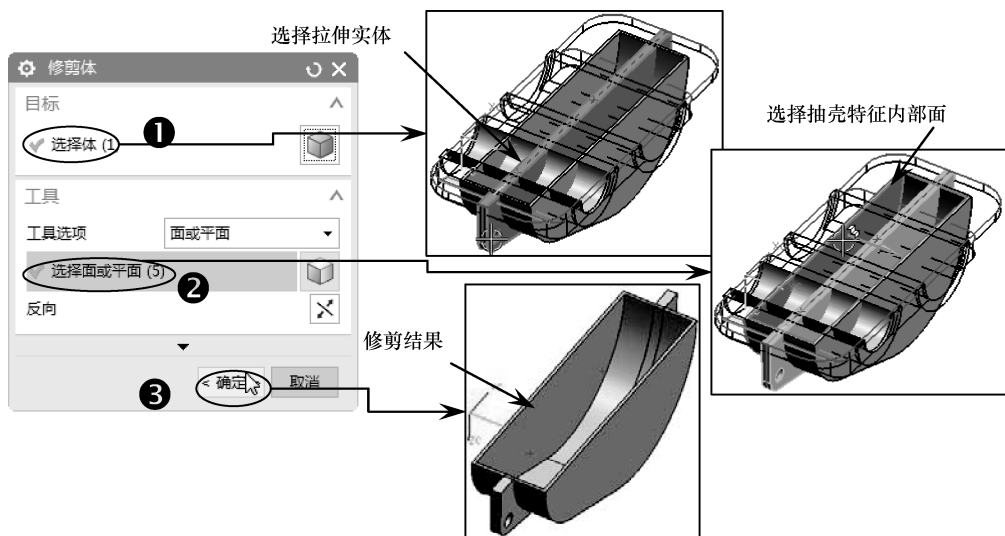

图 4-82 修剪实体
- 10 在【特征】选项卡中单击【修剪体】按钮，然后按如图 4-82 所示的操作步骤对步骤 4 创建的实体进行修剪。